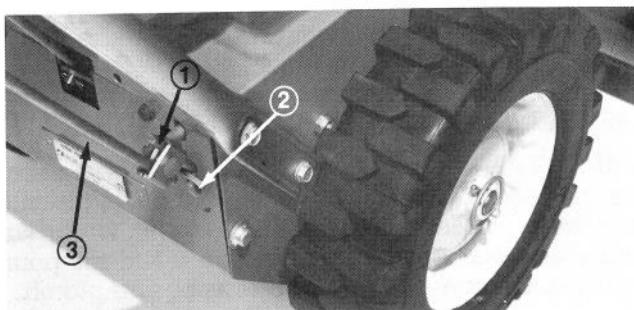

Figure 6
2. Posez la bride de la tige de commande de tarière sur les tiges de tarière inférieure et supérieure. Serrez le boulon de carrossier et l'écrou de blocage (Fig. 6). Maintenez la distance de 6-1/2 pouces (16.5 cm).
**Remarque:** Assurez-vous que la tige inférieure soit au-dessus de la tige supérieure avant de serrer l'écrou de blocage (Fig. 6).